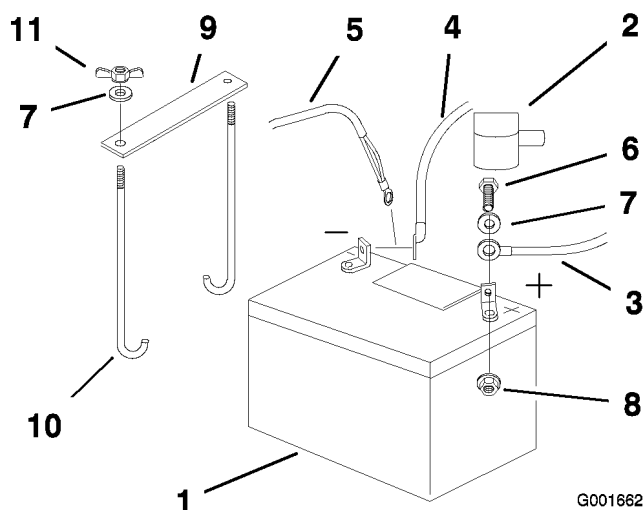

Figure 40
4. Commencez par débrancher le câble négatif et le câble de masse de la borne négative (-) de la batterie (Figure 40).
5. Ôtez le capuchon rouge de la borne positive (rouge) de la batterie. Débranchez ensuite le câble positif (rouge) de la batterie (Figure 40).
- Retirez les deux écrous à oreilles (1/4 inch) qui fixent la barrette de maintien de la batterie (Figure 40).
- Placez la batterie dans son support en tournant les bornes vers le moteur (Figure 40).
- Fixez les câbles avec 2 boulons (1/4 x 3/4 po), 2 rondelles (1/4 inch) et 2 contre-écrous (1/4 inch) (Figure 40).
- Fixez la batterie en position avec des boulons en J, la barrette de maintien et 2 rondelles (1/4 inch), ainsi que 2 écrous à oreilles ((1/4 inch)) (Figure 40).